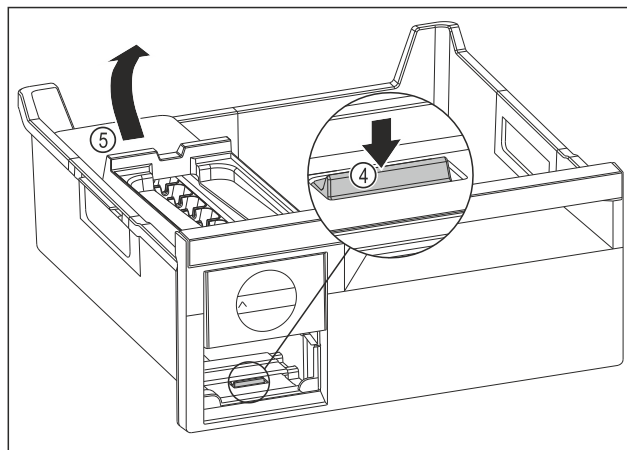

Fig. 117
- Odoberte korpus EasyTwist-Ice: Strmeň Fig. 117 (4) zatlačte prstom nadol a súčasne druhou rukou zdvihnite zozadu korpus EasyTwist-Ice Fig. 117 (5).